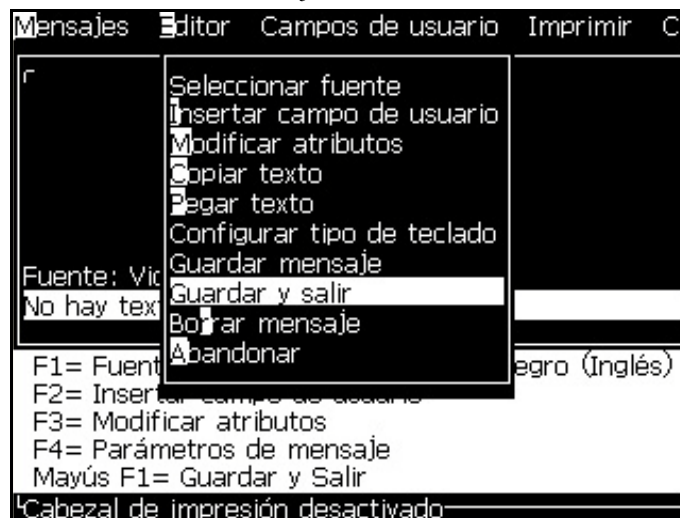

Figura 5-14: Opción Guardar y salir
- Seleccione *Guardar y salir* en el menú *Editor* (Figura 5-14)